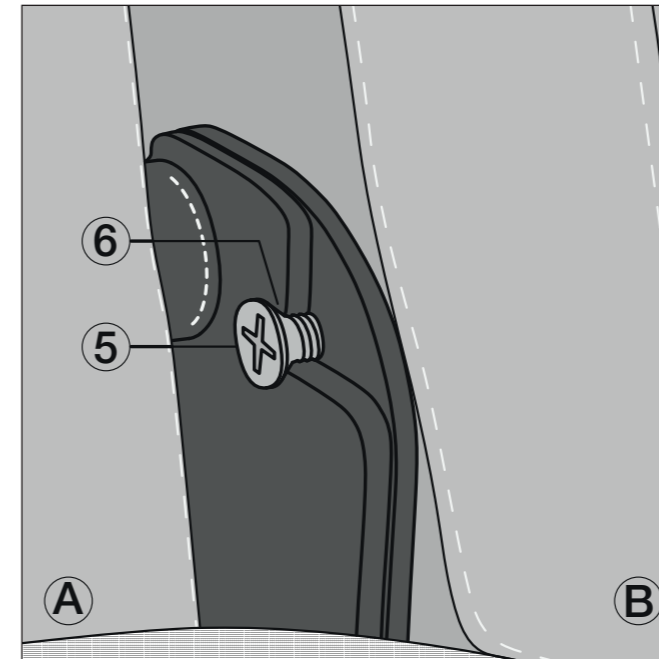

Abb. 6 - Ansicht zwischen den Rückenkissen
Der Formschluss ist hergestellt, wenn die Traversen plan aneinander liegen, die Rückenlagerungen (2) miteinander fluchten und der Schraubenkopf (5) in der Bucht (6) anliegt. (Siehe Abb. 6)